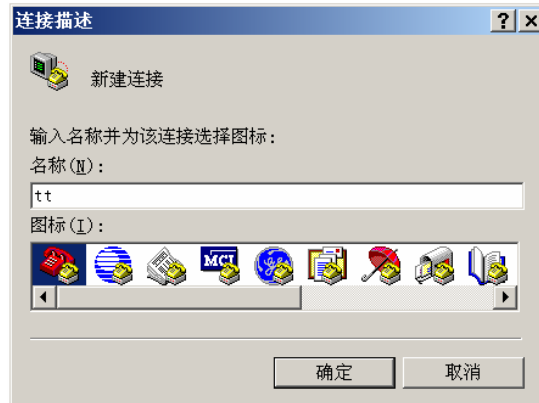

图1-5输入名称
1. 点击**开始**→**程序**→**附件**→**通讯**→**超级终端**，启动超级终端。在弹出的**连接描述**界面中随意输入名称（如“tt”）后，按**确定**按钮，如图 1-5 所示。